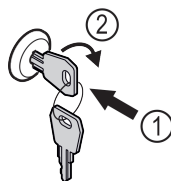

Fig. 190
- Insérer la clé. Fig. 190 (1)
- Tourner la clé à 90° dans le sens horaire. Fig. 190 (2)